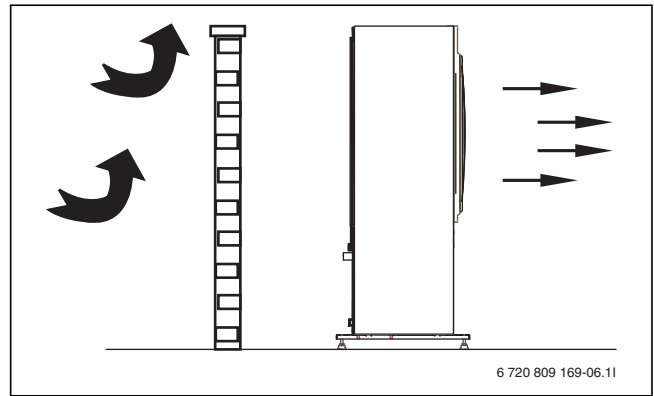

Bild 10 Fristående värmepump
- ▶ Skydda insugssidan med en vägg eller liknande (→ Bild 10).